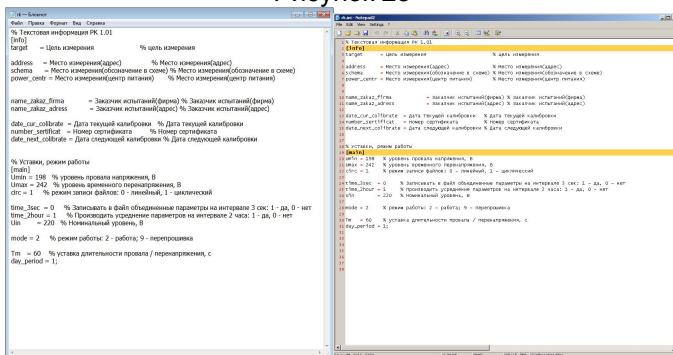

Рисунок 26
- Проверить открывается ли файл rk.ini, рисунок 26